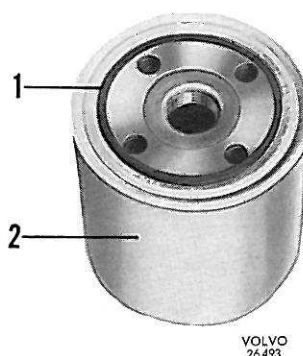

Figure 69. Filtre à huile prêt au montage
2. Enduire d'huile le joint caoutchouc (1, figure 69) du filtre neuf et bien nettoyer sa surface de contact. Une fois enduit d'huile, le joint glissera beaucoup plus facilement sur la surface d'étanchéité. Visser le filtre en place à la main, jusqu'à ce qu'il effleure juste la surface du bloc-cylindres.